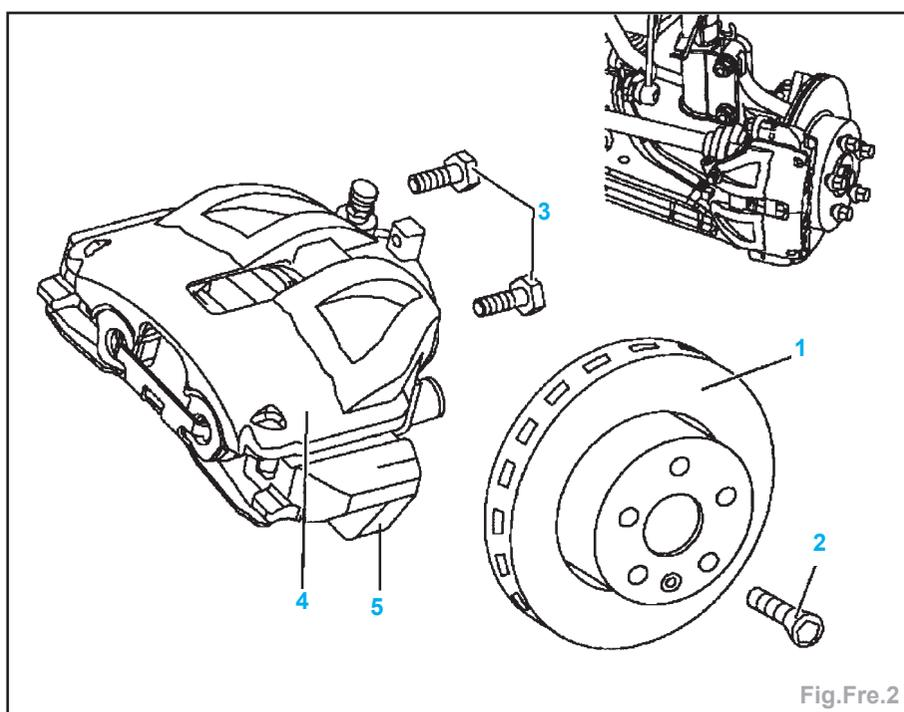

Fig.Fre.2
- Déposer le support de frein (5) avec l'étrier de frein (4), et le suspendre avec un fil métallique (Fig.Fre.2).
- Détacher la vis (2) du disque de frein (1).
- Déposer le disque de frein (1).